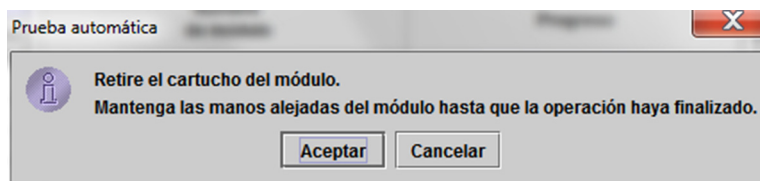

Figura 9-35. Cuadro de diálogo Prueba automática
5. Haga clic en **Prueba automática**. Aparece el cuadro de diálogo Prueba automática. Consulte la figura 9-35.